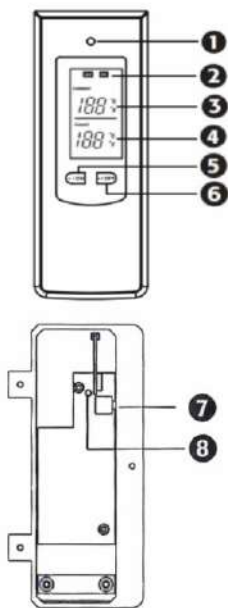

Abb. 3. Schematische Darstellung der UDEN-VS-Fernbedienung.
7.3.2 Nachdem Sie die Steuerplatine an das Stromnetz angeschlossen haben, halten Sie die Taste **7** (siehe **Abb. 3**) (Ein-/Aus-Taste) 3 Sekunden lang gedrückt - die rote LED-Anzeige **8** (siehe **Abb. 3**) auf der Steuerplatine leuchtet auf beginnen zu blinken, was den Übergang des letzteren in den "Bindungsmodus" anzeigt.
7.3.3 Drücken Sie innerhalb von maximal 2 Minuten die Taste **5** oder **6** auf der Fernbedienung (siehe **Abb. 3**) und warten Sie 1 Sekunde. Das grüne Licht auf der Fernbedienung blinkt einmal und die Fernbedienung sendet ihren Code an die Steuerplatine. Wenn die rote Anzeige aufhört zu blinken, bedeutet dies, dass die Steuerplatine vom "Bindungsmodus" in den Arbeitsmodus umgeschaltet hat. Jetzt führt die Steuerplatine nur die Befehle der Fernbedienung aus, an die sie "gebunden" ist.